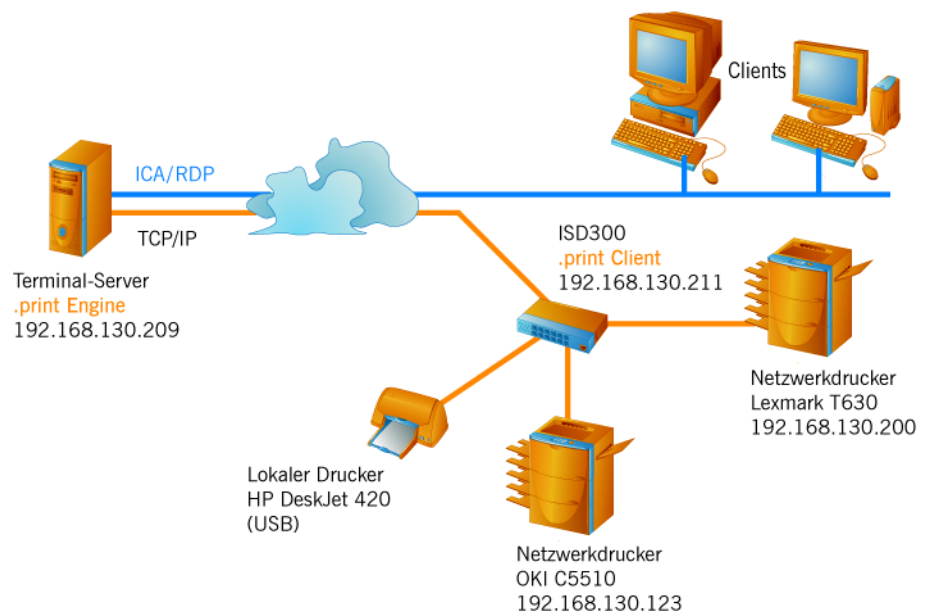
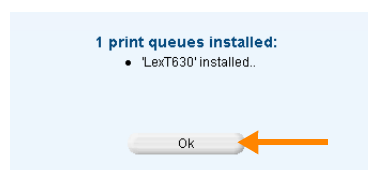

Bild 1 Beispielkonfiguration
Bild 9 Drucker-Queue für den Lexmark T630 angelegt
- Schließen Sie den HP DeskJet 420 direkt an die USB-Schnittstelle des ISD200/300 an (Bild 1).
- Installieren Sie mindestens einen PC mit einem 32-bit-Windows-Betriebssystem sowie einen RDP- oder ICA-Client im Netzwerk (Bild 1).
- Installieren Sie die .print Engine auf einem Microsoft- oder Citrix-Terminal-Server (siehe Bild 1 sowie das Handbuch „.print Application Server Engine“, Seite 29).
11. Geben Sie für die gewünschten Drucker je einen beliebigen Namen für seine Drucker-Queue in der Spalte QUEUE NAME ein², hier im Beispiel **LexT630**, klicken Sie auf **INSTALL**, und bestätigen Sie die folgende Meldung mit **OK** (Bild 9). Der zweite Netzwerkdrucker (Bild 1) wurde hier nicht automatisch gefunden, er wird im Folgenden manuell angelegt.